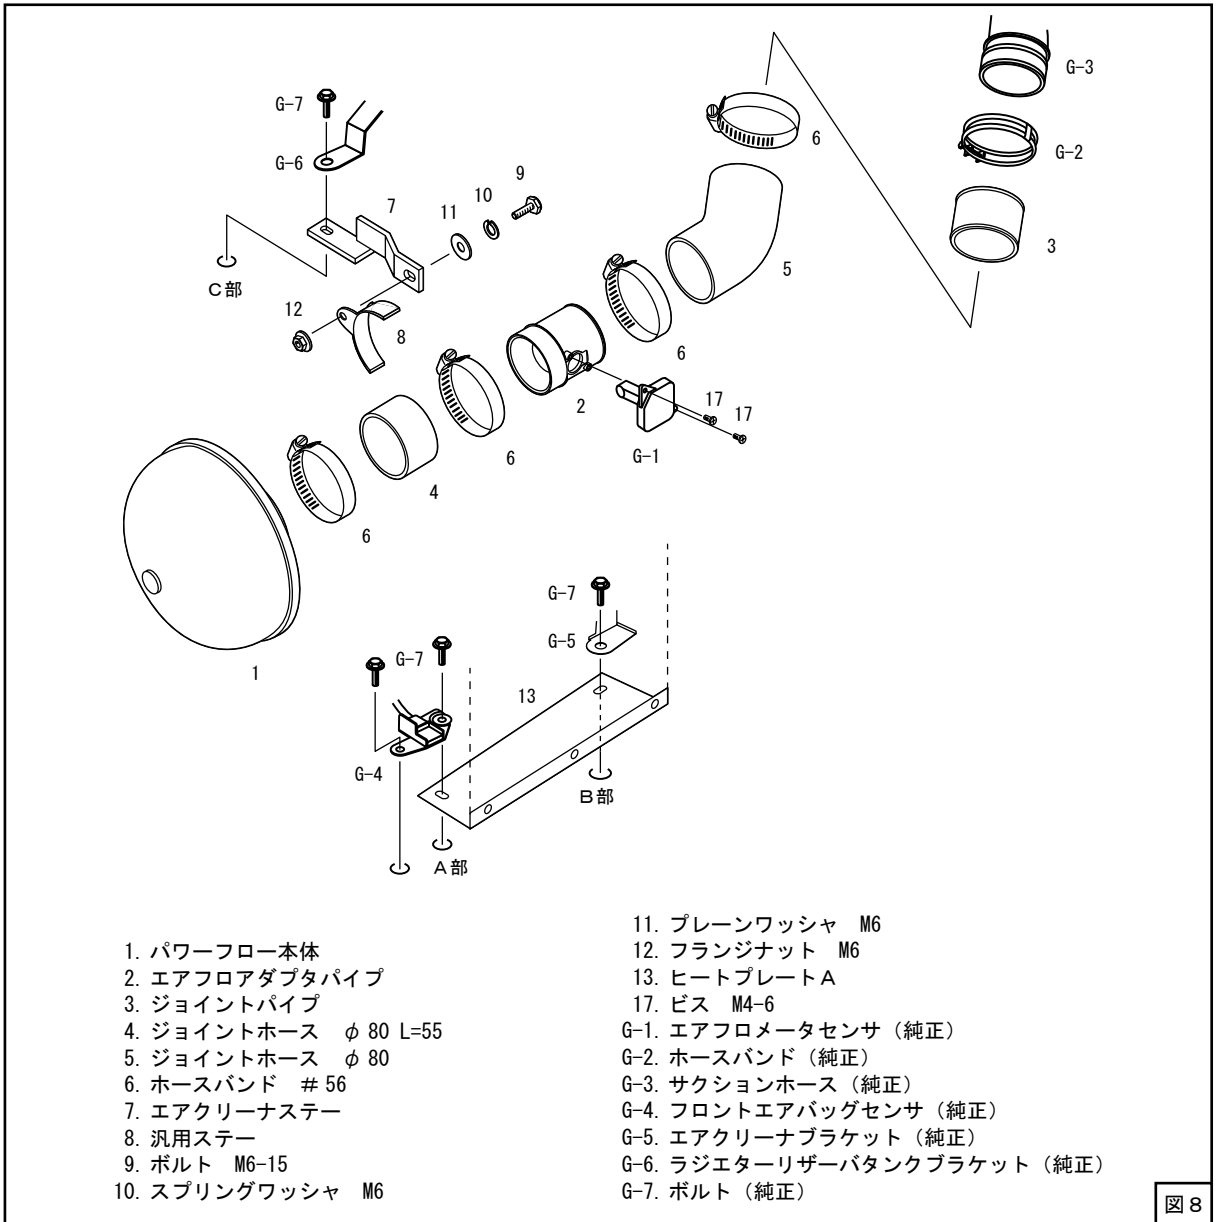
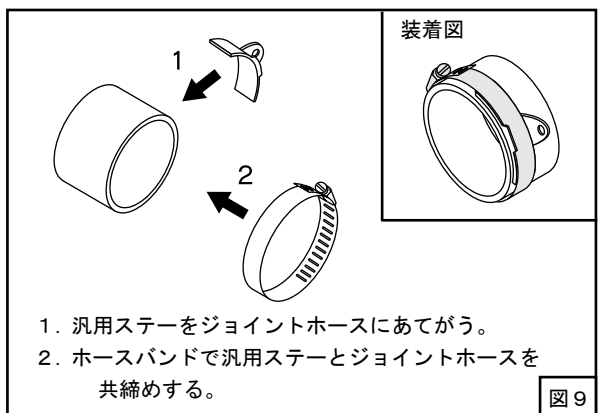

図8
図9
- (5) C部のボルトをいったん外し、エアクリーナステーをラジエターリザーバタンクブラケットと共締めするように仮付けしてください。(図7、図8)
(6) キットパーツを仮付けしてください。(図8、図9)